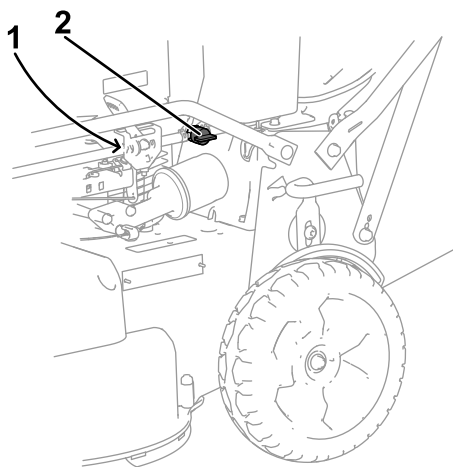

Рисунок 31
3. Закройте отсечной топливный кран (Рисунок 31).
- Снимите топливный фильтр (Рисунок 31) с топливного трубопровода, ослабив хомуты трубопровода с обеих сторон топливного фильтра.